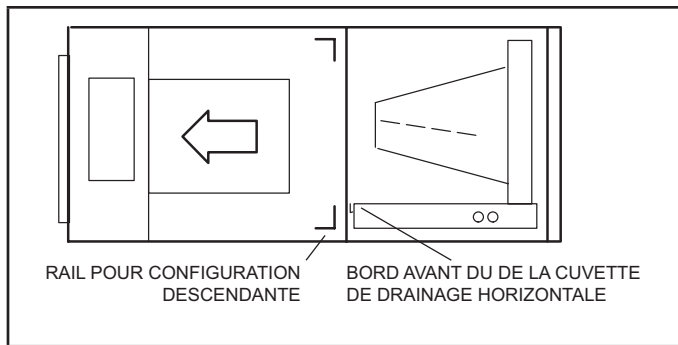

FIGURE 5. Configuration pour refoulement du côté gauche
- 9 - Installez l'écran horizontal (modèle -060) sur le bord avant de la cuvette de drainage horizontale comme illustré à la figure 5.